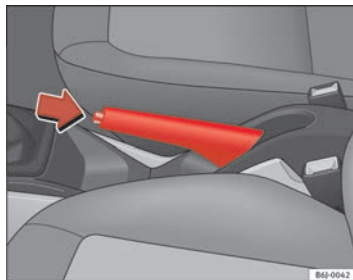

Abb. 104 Handbremse zwischen den Vordersitzen
- Den Hebel der Handbremse fest nach oben ziehen ⇒ Seite 151, Abb. 104.
- Ziehen Sie den Hebel etwas nach oben, drücken Sie die Entriegelungstaste in Pfeilrichtung ⇒ Seite 151, Abb. 104 und führen Sie den Handbremshebel ganz nach unten ⇒ .